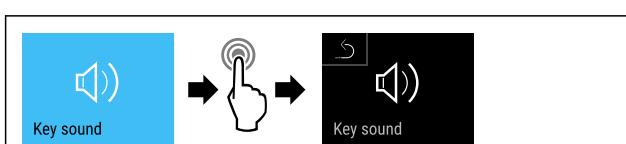

Fig. 95
- Obavite korake postupka (pogledajte Fig. 95).